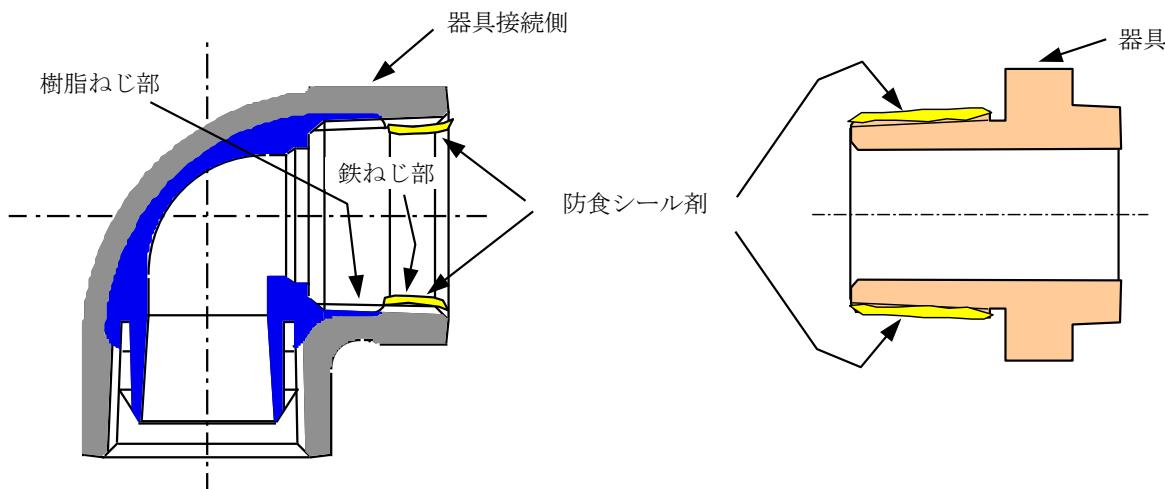

図8 PQWK-A継手シール剤の塗布
2) 器具接続側(内蔵コア無し ↑Cマーク側)のシール剤は、継手の鉄ねじ部全面または器具側おねじ外周に塗布してください。図8 参照。